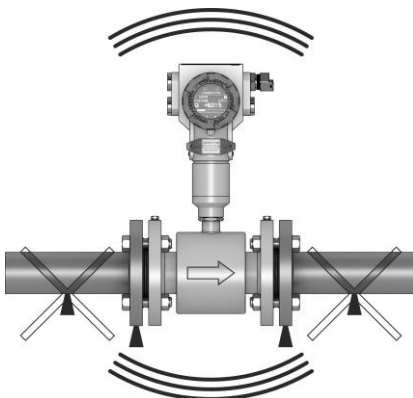

Рисунок 3.8 – Монтаж расходомера (в случае наличия вибрации в трубопроводе)
3.1.4.9 В случае наличия вибрации в трубопроводе расходомер следует разместить на опоры в районе ответных фланцев (рисунок 3.8).